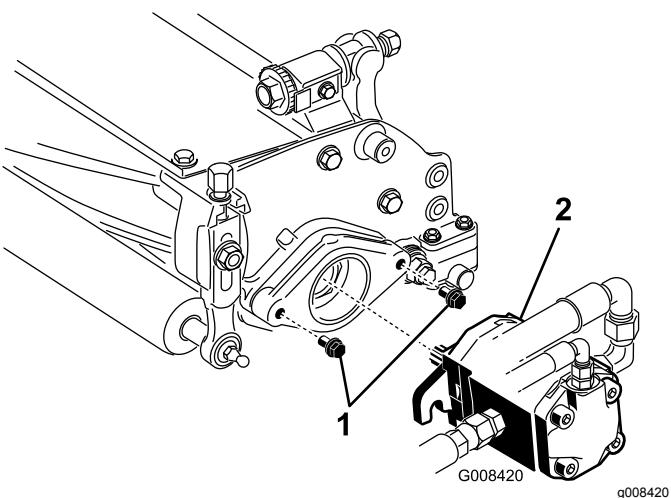

Figure 11
- 7. Le filetage doit dépasser de 13 mm sur chaque boulon de fixation de moteur d'entraînement du cylindre (Figure 11).
- 8. Lubrifiez l'arbre cannelé du moteur avec de la graisse propre, puis montez le moteur en le tournant dans le sens horaire de sorte que les brides passent les goujons. Tournez le moteur dans le sens antihoraire jusqu'à ce que les brides encerclent les goujons (Figure 11).
- 9. Resserrez les boulons de montage (Figure 11).